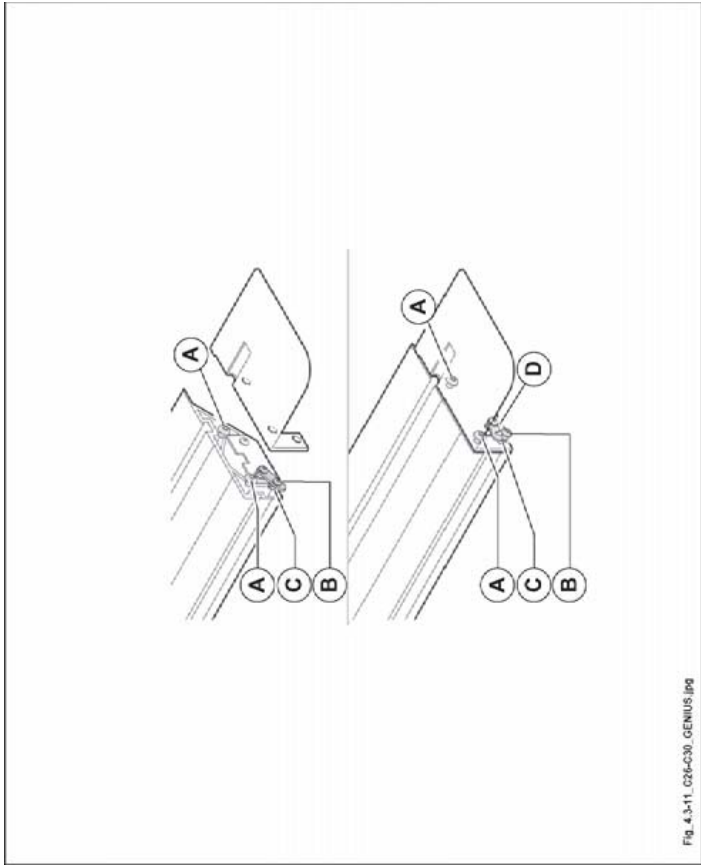

Abb. 4.3-11
- 1) Drehen Sie die beiden Schrauben (A Abb. 4.3-11), die Schraube (B Abb. 4.3-11) und die Gegenmutter (C Abb. 4.3-11) heraus.
- 2) Positionieren Sie den Tisch wie in der Abbildung gezeigt, setzen Sie die Schrauben (A Abb. 4.3-11) und (B Abb. 4.3-11) wieder ein und ziehen Sie die Gegenmutter (C Abb. 4.3-11) fest.
Stellen Sie sicher, dass zwischen dem Kopf der Schraube (B Abb. 4.3-11) und der Gegenmutter (C Abb. 4.3-11) genügend Platz bleibt, damit sich der Hebel (D Abb. 4.3-11) richtig schließen kann.